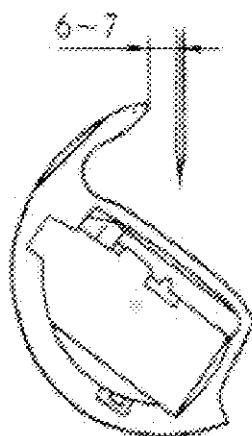

Рис. 3
1. В крайнем нижнем положении иглы расстояние между иглой и кончиком крючка челночного устройства должно составлять 6-7 мм. Это расстояние называется расстоянием зацепления нити (см. Рис. 3). Это расстояние регулируется путем изменения относительного положения рычага нижнего вала и опоры челночного устройства. Чтобы это расстояние не могло измениться в процессе длительной эксплуатации, обычно по окончании сборки сверлится отверстие под установочный штифт.